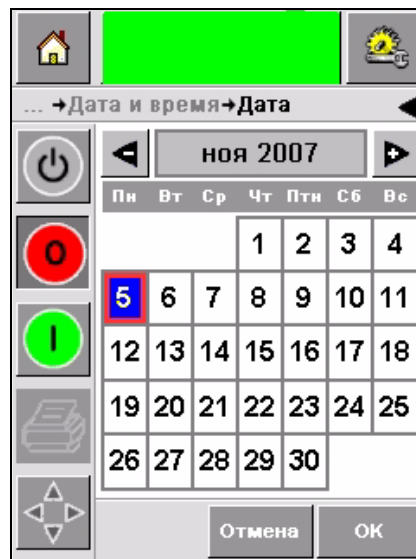

Рисунок 5-24: Отображение календаря
- 3 Для установки Даты в открывшемся окне нажмите на поле Дата и откроется страница календаря. (Рисунок 5-24 на странице 5-19).